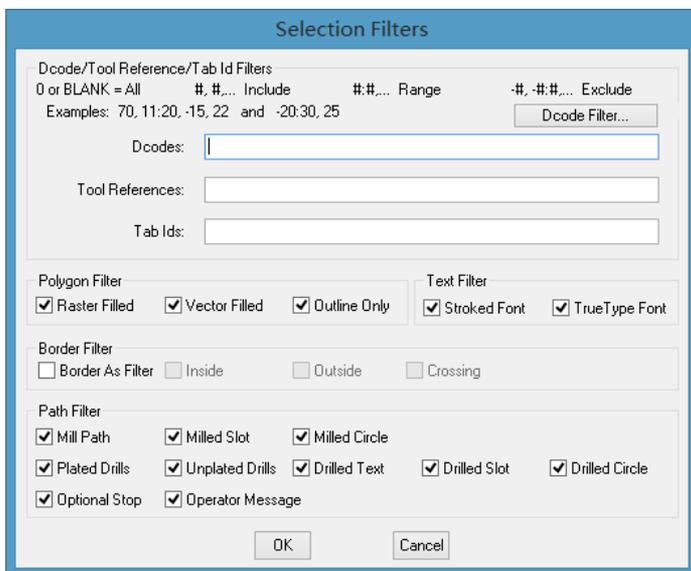

图 17-41 “Selection Filters”对话框
(10) 将除了元器件引脚过孔之外的过孔在阻焊层中全部删除，只有这样才能使制作出来的 PCB 的布线过孔和热风焊盘不在焊接时着锡，从而避免与其他网络短路。
(11) 在菜单栏中执行“Edit”“Delete”命令，然后单击工作区域上方的 Filter，系统会弹出如图 17-41 所示的对话框。
(12) 在 D 码清单中易查得要在阻焊层删除的过孔的 D 码。例如，需要删除 D22 的过孔，则在图 17-41 中的“Dcodes”文本框中输入 22，然后单击“OK”按钮即可。